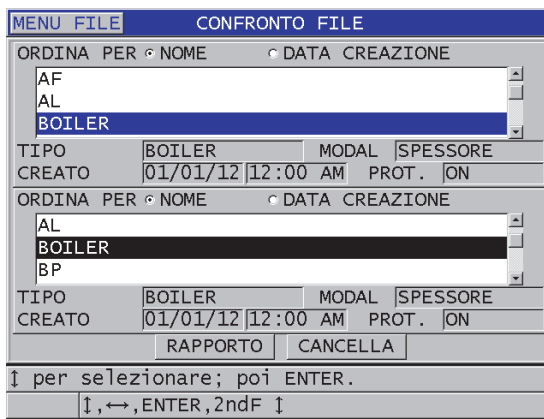

Figura 11-33 Schermata di rapporto CONFRONTO FILE
6. Nella schermata **CONFRONTO FILE** (vedi Figura 11-33 a pagina 236):